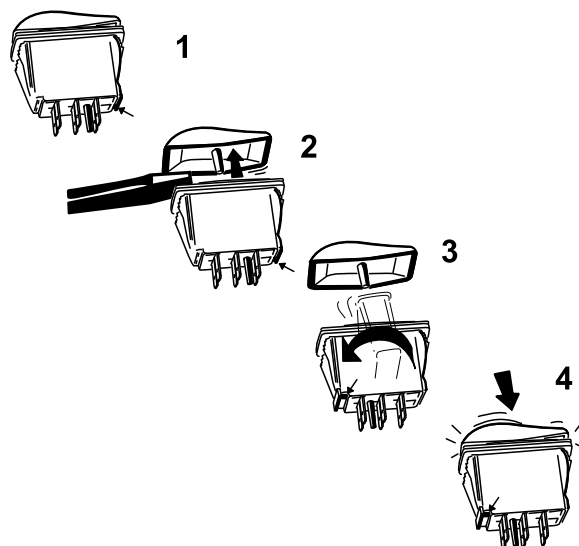

図 22
- マイナスドライバを使って、ロッカースwitchのカバーを軽くこじってボディーから外す (図 22)。
- C. スイッチカバーを保持して、ボディーを180度回転させ、ノッチが左前角にくるようにする (図 22)。
- D. ロックースwitchのカバーを押してボディーに密着させる (パチンと音がするまで押し込む) (図 22)。